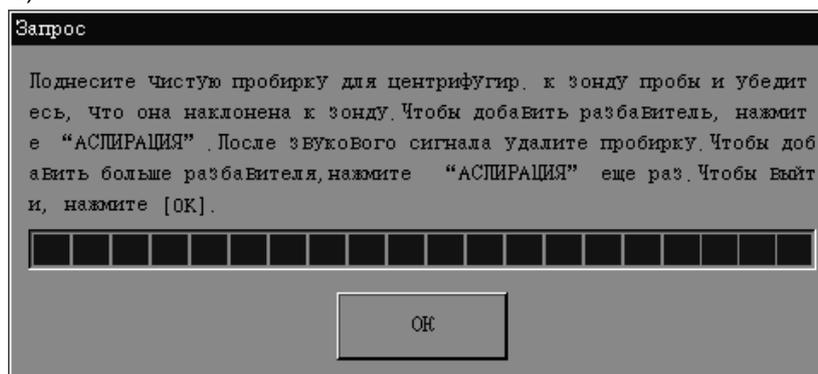

Рисунок 8-10 Диалоговое окно добавления разбавителя
- б) **НАЖМИТЕ** кнопку «Разбав» в левом нижнем углу экрана. Откроется диалоговое окно, сообщающее о подготовке анализатора к добавлению разбавителя. По окончании подготовки это диалоговое окно закрывается, и открывается другое диалоговое окно (Рисунок 8-10).